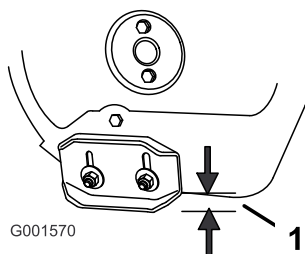

Figure 33
2. Desserrez les écrous de fixation des deux patins aux côtés de la fraise à neige jusqu'à ce que les patins puissent coulisser aisément vers le haut et vers le bas (Figure 33).